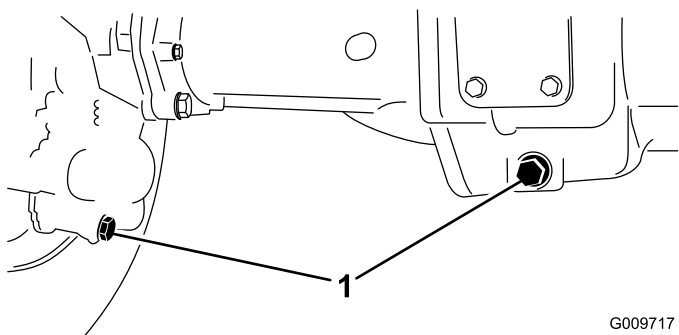

Figura 73
2. Pulite attorno ai 3 tappi di spurgo, 1 per lato ed 1 in centro (Figura 73).